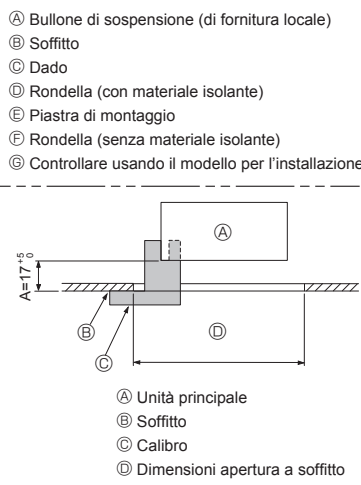

Fig. 3-7
- Per evitare danneggiamenti, accertarsi che per la procedura A sia rispettato l'intervallo di valori 17-22 mm. (Fig. 3-7)